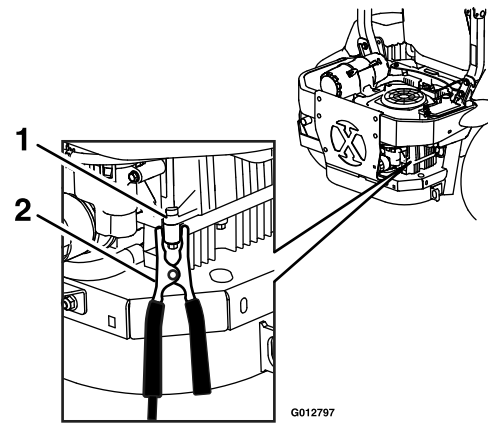

Figure 28
6. **MAKE THE FINAL CONNECTION ON THE ENGINE BLOCK OF THE STALLED VEHICLE (NOT TO THE NEGATIVE POST) AWAY FROM THE BATTERY. STAND BACK (see Figure 28).**